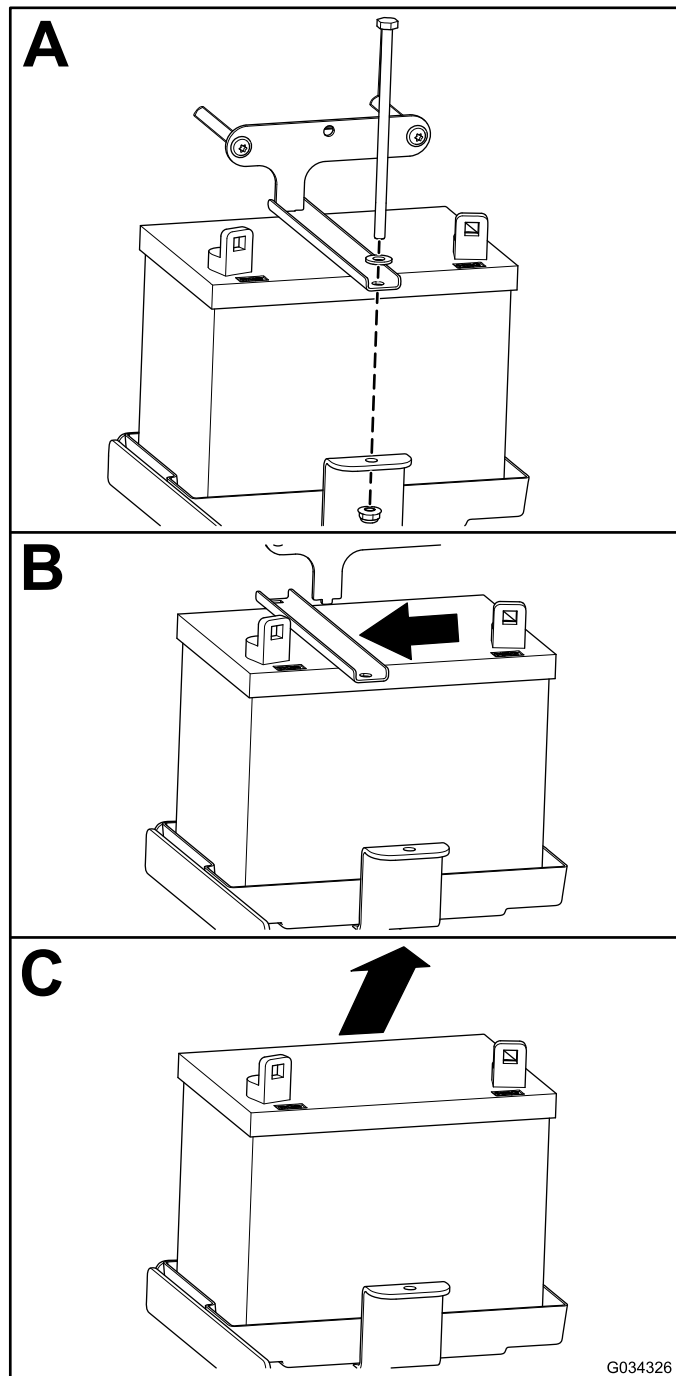

Figura 48
2. Rimuovete la batteria come illustrato nella Figura 48.